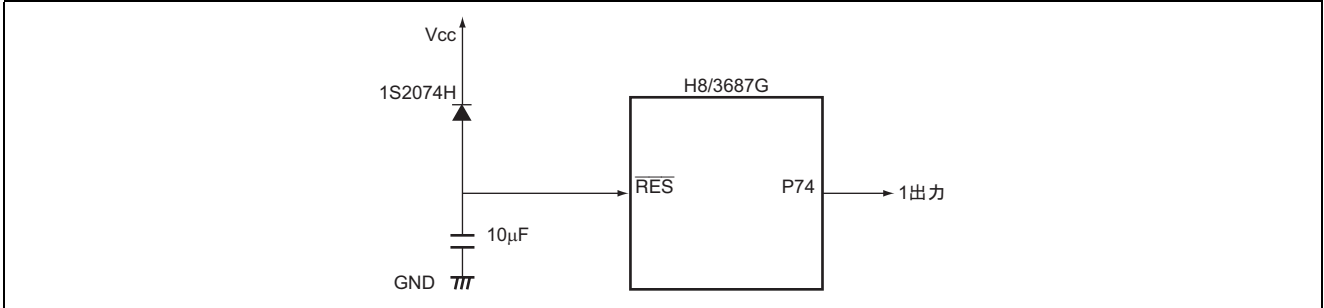

図 1.1 内蔵パワーオンリセット回路使用時のマイコン接続
1. H8/3687 のオプション内蔵回路を用い、パワーオンリセット動作をします。内蔵パワーオンリセット動作時のマイコン接続例を図 1.1 に示します。